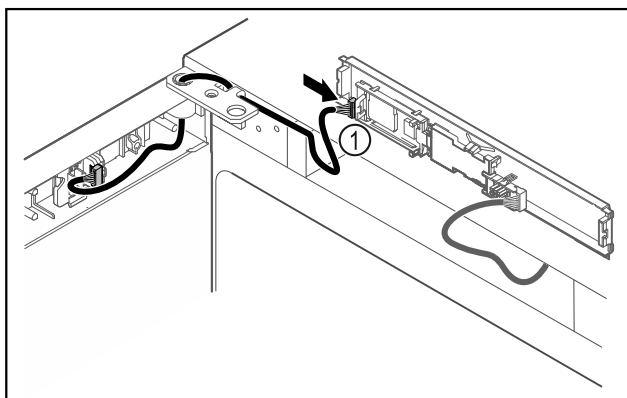

Fig. 49
- ▶ Collegare il connettore Fig. 49 (1) sulla scheda.